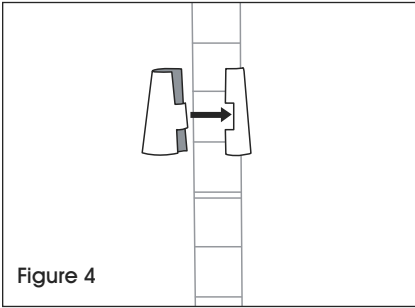

Figure 4
1. Commencez par la tablette la plus basse. Enclenchez les pièces emboîtables d'un support de tablette (extrémité la plus large vers le bas) autour du montant, au niveau de la rainure la plus basse où la tablette doit être installée. Faites glisser le support vers le haut ou vers le bas jusqu'à ce qu'il s'enclenche sur la rainure. Ajoutez un support de tablette au même emplacement sur les montants restants. (Voir Figure 4)